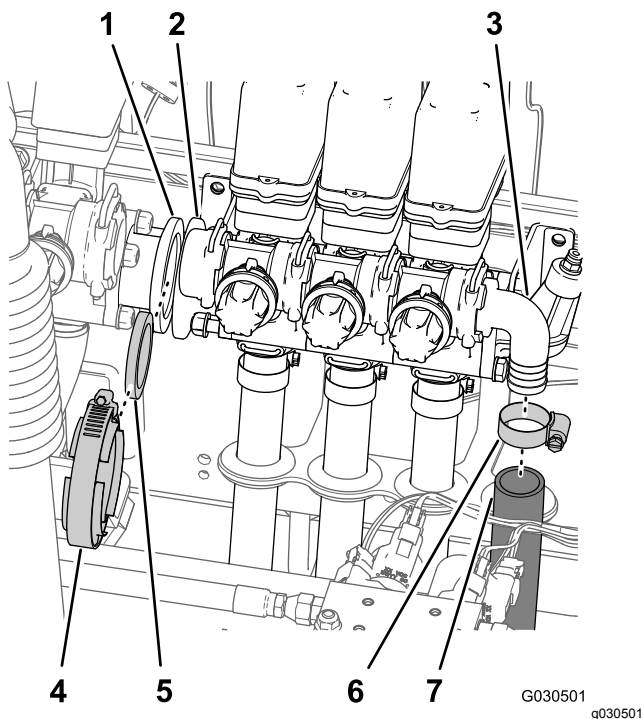

Рисунок 64
6. Снимите шланговый хомут, который крепит шланг (с внутренним диаметром 1 дюйм) к угловому штуцеру типа «елочка», и снимите шланг со штуцера (Рисунок 64).
- Снимите фланцевый хомут и прокладку, с помощью которых один фланцевый переходник подсоединяется к клапану перемешивания, а другой фланцевый переходник подсоединяется к клапану левой секции стрелы (Рисунок 64).